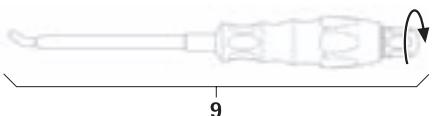

Fig. 15
- ▶ Montare lo strumento inseritore per barre **9**, vedere Fig. 15.